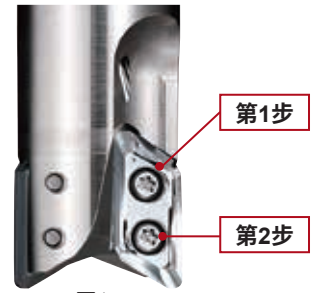

图1
- ① 安装刀片前, 请用气枪或毛刷等将刀片座清扫干净。
- ② 将刀片向刀片座方向按压的同时, 使用附带的扳手拧紧夹紧螺钉。
- ③ 按照图1所示的顺序拧紧刀片的夹紧螺钉。
- ④ 请在夹紧螺钉上涂敷防止烧熔剂, 用规定的安装扭矩拧紧。规定的安装扭矩如下所示。
- ⑤ 夹紧螺钉是确保安全的重要零部件。请务必使用正规型号的零部件。